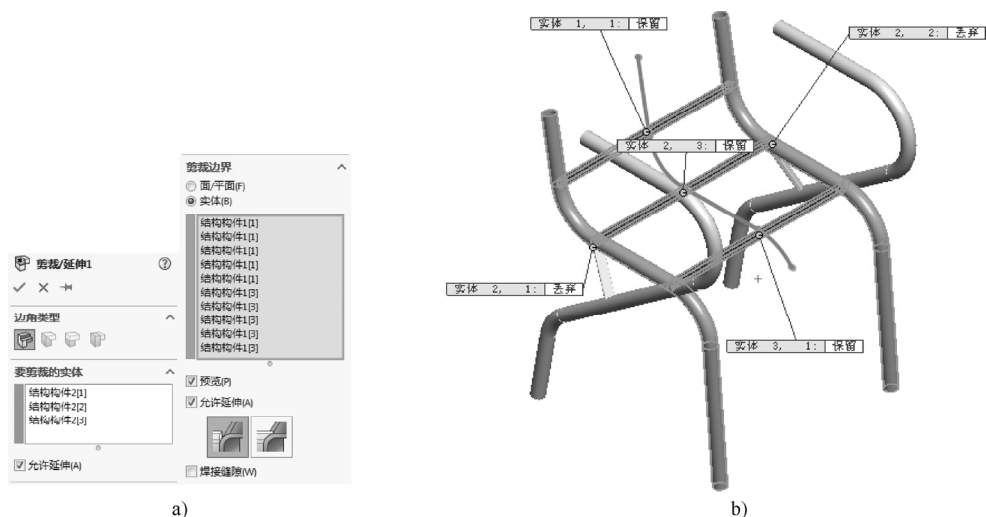

图 9-64 剪裁结构构件 1
STEP 4 单击“焊件”工具栏的“剪裁/延伸”按钮，选择椅背和椅座的三个矩形管类结构构件作为要剪裁的实体，再选择两侧相接的管道类构件作为剪裁边界，并在操作区中设置中间矩形管类构件的两侧材料为“丢弃”，执行剪裁操作，如图 9-64 所示。